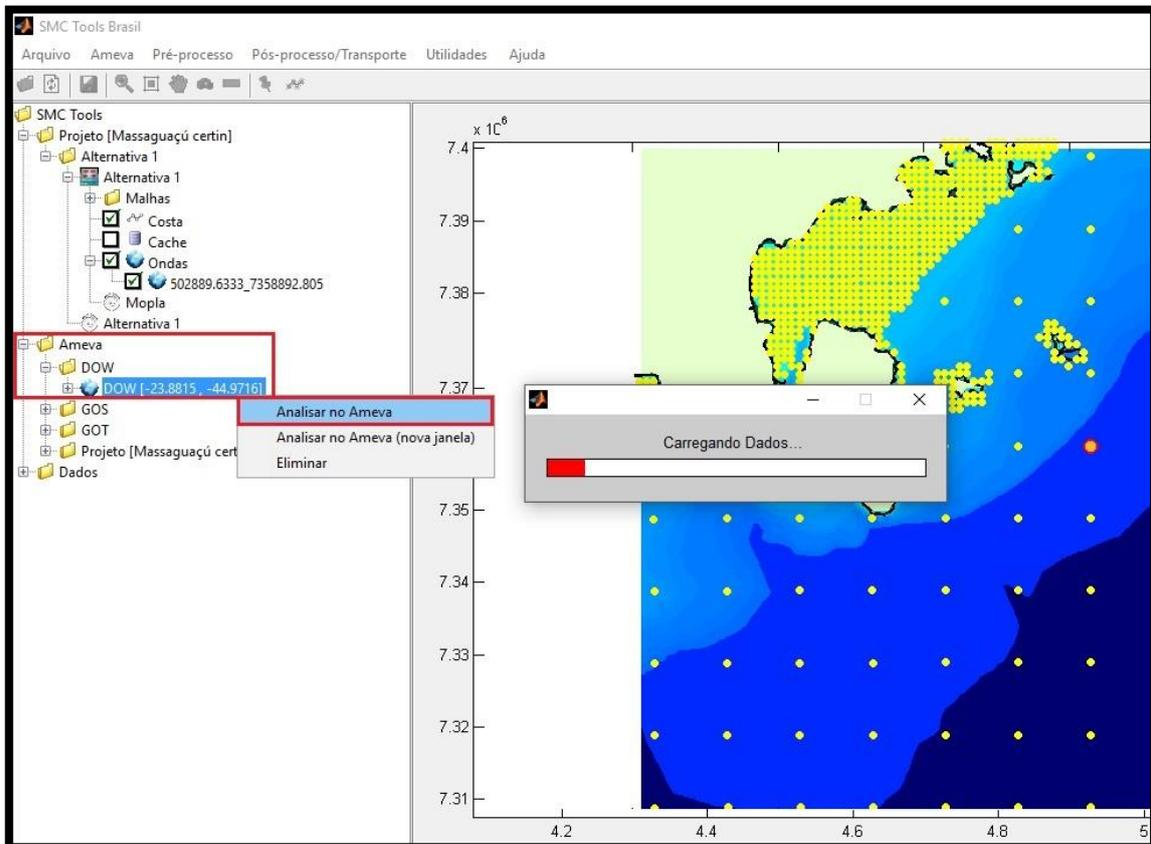

Figura 24 – Execução do módulo AMEVA.
- 29)** Na pasta "Ameva", abrir a pasta "DOW" e com o botão direito clicar sobre o ponto DOW selecionado e em seguida clicar em "Analisar no Ameva", iniciando, assim, os cálculos das análises estatísticas do ponto em questão com o módulo IH-AMEVA (cálculo estatístico da série de dados de 60 anos do ponto selecionado). Este procedimento pode demorar dependendo da memória RAM do computador (Figura 24);